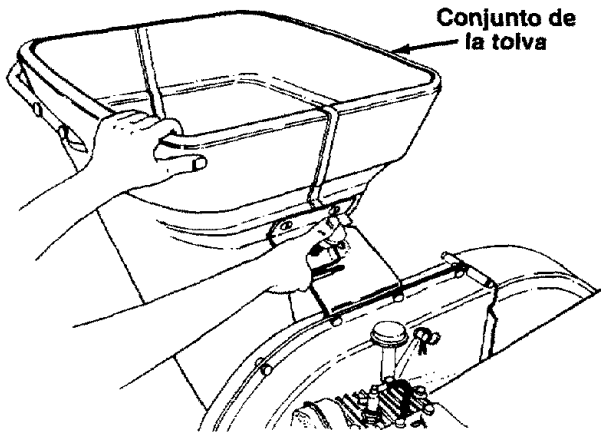

FIGURA 8.
- Para bajar la tolva al suelo, agarre con una mano la parte superior del conjunto de la tolva. Presione hacia abajo la palanca de desenganche, y tire de la tolva hacia la derecha. Vea la figura 8.